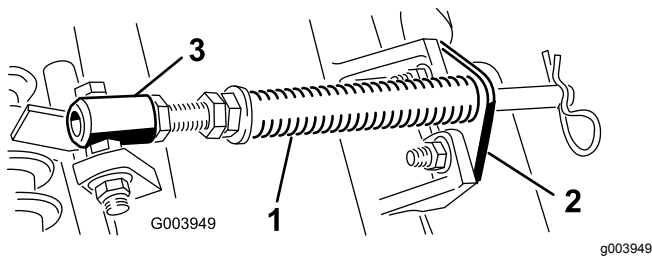

Bild 5
- A. Nehmen Sie die zwei Schlossschrauben und Muttern ab, mit denen die Stangenhalterung an den Nasen der Schneideinheit befestigt ist (Bild 5).
- B. Nehmen Sie die Bundmutter ab, mit denen die Schraube des Federrohrs an der Nase des Trägersrahmens befestigt ist (Bild 5). Nehmen Sie das ganze Teil ab.